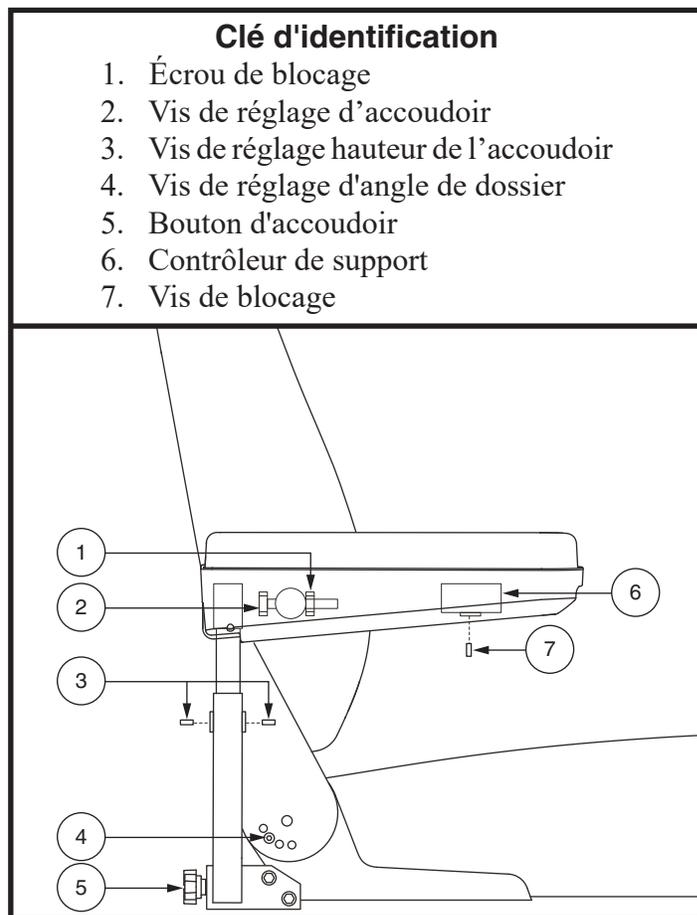

Figure 12. Réglages accoudoirs et dossier
NOTE: Le trousse de réglage de siège la plus commune est illustrée dans la figure 12. Il se peut que votre produit soit configuré différemment. Toutes les configurations fonctionnent de la même manière.
1. Retirez la vis de réglage de l'inclinaison du dossier de chaque charnière. **Voir la figure 12.**
1. Repérez les deux boutons de réglage sur le support des accoudoirs. **Voir la figure 12.**
2. Desserrez l'écrou de verrouillage. **Voir la figure 12.**
1. Desserrez la vis de réglage sur le support d'accoudoir. **Voir la figure 12.**
2. Desserrez la vis de réglage sous l'accoudoir. **Voir la figure 12.**
5. Desserrez la vis de blocage. **Voir la figure 12.**